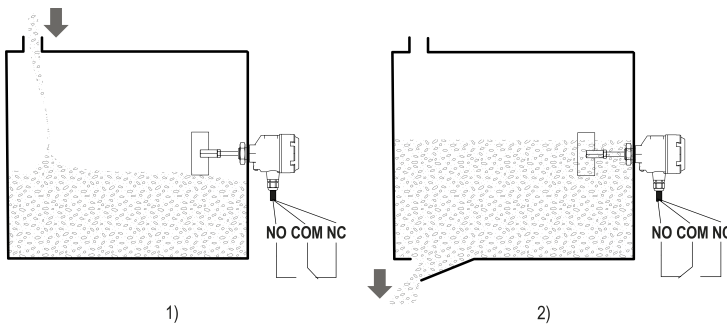

Рисунок 6.1 – Срабатывание микропереключателя: на наполнение (1); на опустошение (2)
**Управление наполнением** (см. рисунок 6.1– 1): если лопатка РСУ не соприкасается с материалом, крутящий момент передается от электродвигателя к редуктору, а от редуктора к валу. Лопатка свободно вращается в емкости.
**Управление опустошением** (см. рисунок 6.1–2): принцип срабатывания обратный управлению наполнением. Лопатка РСУ погружена в материал, как только лопатка освобождается от материала, электродвигатель включается, лопатка начинает вращаться, микропереключатель срабатывает и выдает сигнал на управление нагрузкой.